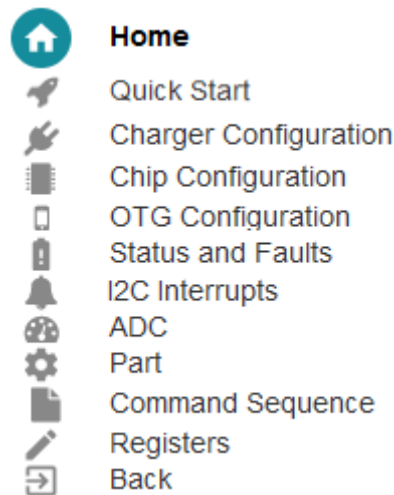

图 2-5. 图标指南
- 在 TI Charger GUI 主页中，选择您正在使用的充电器。在左下方，用户应看到 **Hardware Connected**。图 2-5 是左侧面板上图标含义的简要说明：